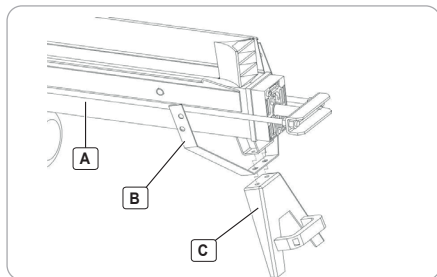

Fig.4
Conectati corpul utilajului (A) cu brida de fixare protectii (B) si piciorul de sprijin (C) prin intermediul suruburilor indicate in Fig.4